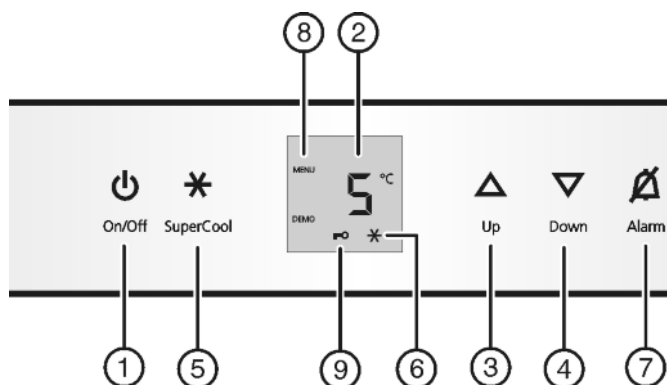

Fig. 2
- ▶ Toets On/Off Fig. 2 (1) indrukken.
- ▶ Instelmodus activeren: Druk de toets SuperCool Fig. 2 (5) ca. 5 s in.
- ▶ Druk kort op de toets SuperCool Fig. 2 (5) om te bevestigen. Als in de display **c1** wordt aangegeven:
- ▶ om de kinderbeveiliging in te schakelen, drukt u kort op de toets SuperCool Fig. 2 (5).
- ▷ Het symbool kinderbeveiliging Fig. 2 (9) brandt. Op de display knippert **c**. Als in de display **c0** wordt aangegeven:
- ▶ om de kinderbeveiliging uit te schakelen, drukt u kort op de toets SuperCool Fig. 2 (5).
- ▷ Het symbool kinderbeveiliging Fig. 2 (9) dooft. Op de display knippert **c**.
- ▶ Instelmodus deactiveren: toets On/Off Fig. 2 (1) indrukken.
- ▶ Toets Alarm Fig. 2 (7) indrukken.
- ▶ Temperatuur hoger instellen: insteltoets Up Fig. 2 (3) indrukken.
- ▶ Temperatuur lager instellen: insteltoets Down Fig. 2 (4) indrukken.
- ▶ Toets SuperCool Fig. 2 (5) kort indrukken.
- ▷ Het symbool SuperCool Fig. 2 (6) is verlicht in de display.
- ▷ Het symbool SuperCool Fig. 2 (6) in de display gaat uit.